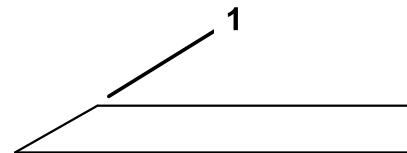

Figura 38
1. Affilate i taglienti da entrambe le estremità della lama con una lima (Figura 38).